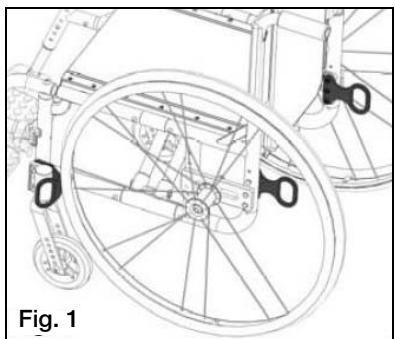

Fig. 1
- Adjunte sujetadores para sillas de ruedas a los cuatro puntos de sujeción (dos frontales, dos traseros) en la silla de ruedas Rogue ALX / Little Wave con la Opción de Tránsito (Fig. 1), de acuerdo con las instrucciones de la silla de ruedas de sujeción del fabricante y RESNA WC-4:2012, Sección 18 o ISO 10542-1:2012 - Parte 1.